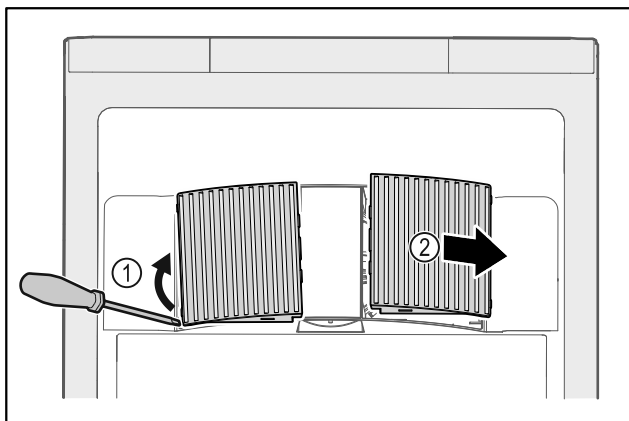

Fig. 150
- Extraire par un mouvement de levier les caches latéraux Fig. 150 (1) vers l'avant Fig. 150 (2).